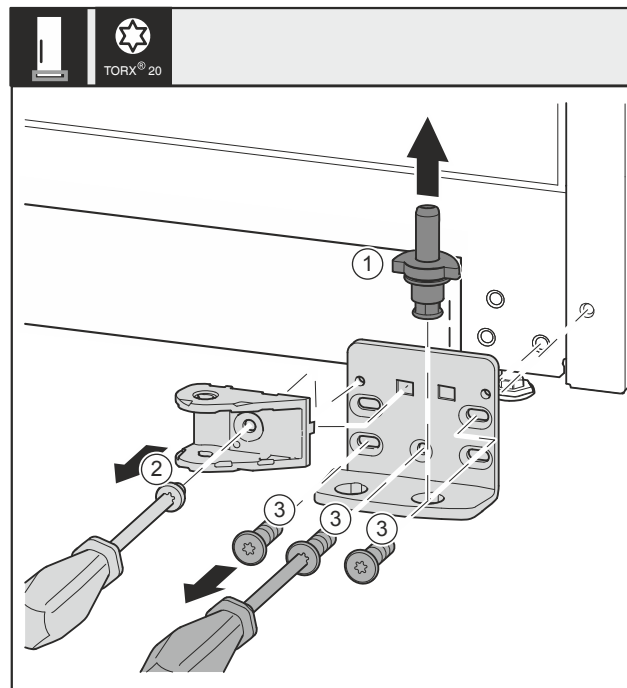

Fig. 32 *
- Vedä laakeripultti Fig. 32 (1) kokonaan ylöspäin ulos.*
- Kierrä ruuvi Fig. 32 (2) ulos ruuvimeisselillä ja ota sulkuvaimentimen liitos pois.*
- Kierrä ruuvit Fig. 32 (3) ulos ruuvimeisselillä ja ota laakerijalusta pois.*